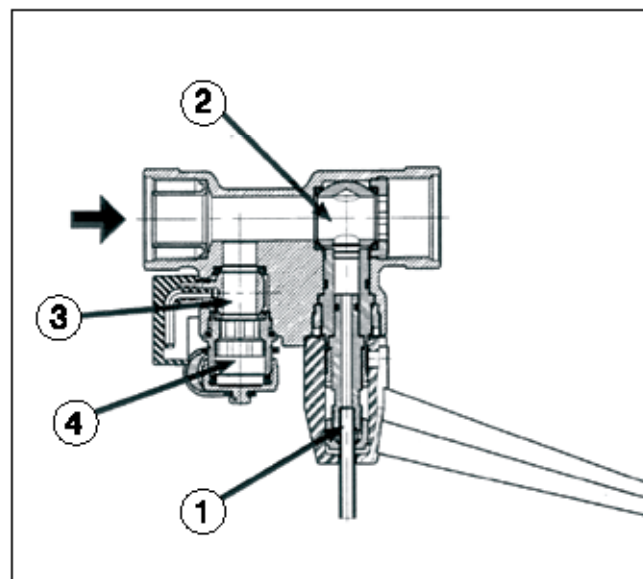

Рис. 4. BALLOREX® M в разрезе
Клапан BALLOREX® M сконструирован и выпускается для удобства присоединения импульсной трубки к обратному трубопроводу. Конструкция обеспечивает отключение импульсной трубки от обратного трубопровода одновременно со стояком в момент закрытия шарового крана (2). Кроме того, клапан BALLOREX® M служит сливным/заливным краном в системе и позволяет проводить измерения при помощи расходомера BALLOREX®. Направление потока через клапан должно соответствовать обозначенному на корпусе (рис. 4).